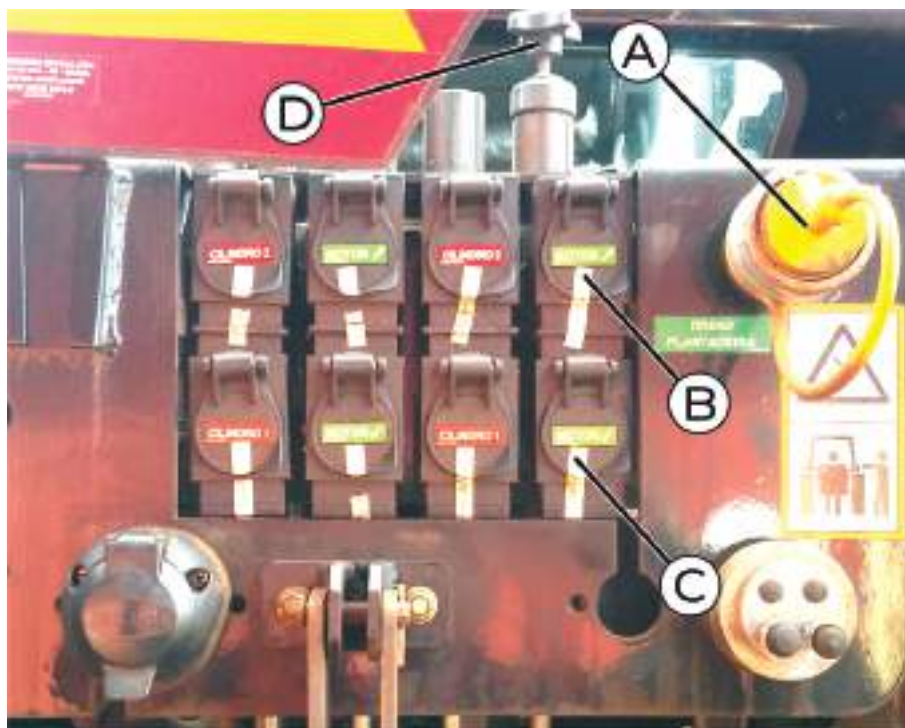

fig. 23
Quando o motor da turbina possuir 3 (três) mangueiras, essas devem ser montadas observando a indicação de cada uma delas. A mangueira do dreno (A) deverá ser acoplada diretamente ao tanque do trator (*fig. 23*).